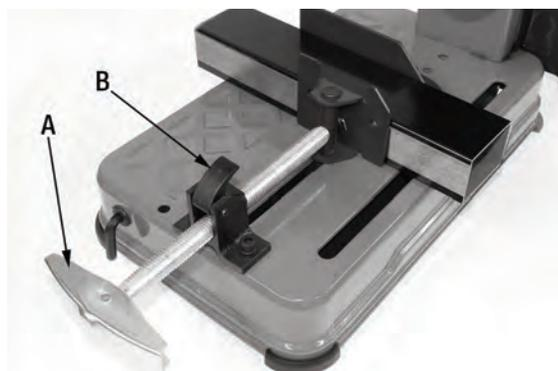

FIGURE 8
1. Relâchez la tension de l'étau en tournant la poignée (A) Fig.8 dans le sens anti-horaire de 1/2 à 1 tour complet seulement.
2. Soulevez le levier demi-écrou (B) et tirez sur la poignée pour ouvrir l'étau.